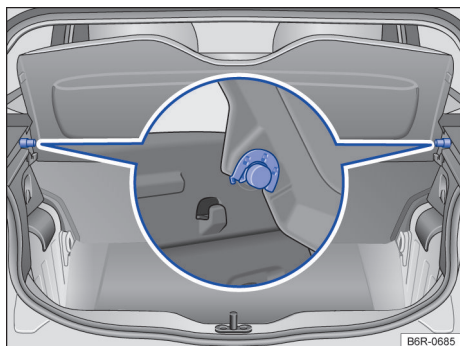

Fig. 98 No compartimento de bagagem: remover e instalar a cobertura do compartimento de bagagem.
- Retirar a cobertura do compartimento de bagagem dos suportes laterais por cima → Fig. 98.
- Pressionar a cobertura do compartimento de bagagem nos suportes laterais para baixo → Fig. 98.